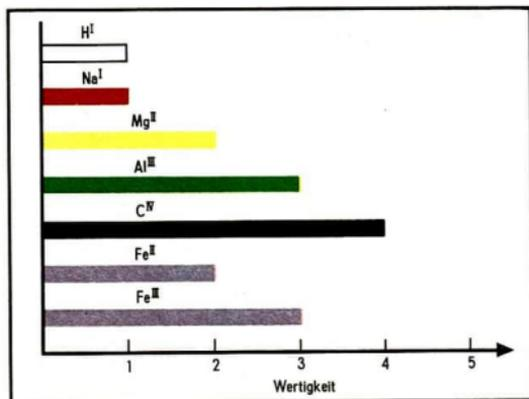

Abb. 42
Die (stöchiometrische) Wertigkeit wird durch römische Ziffern bezeichnet. Man schreibt sie bei Bedarf als Hilfsmittel rechts oben an das Symbol (Abb. 42).
- ② Begründe die Wertigkeiten von Zink und Kohlenstoff, indem du den Merksatz von Seite 56 auf folgende Verbindung anwendest: a) Zinkoxid  $\text{ZnO}$ ; b) Kohlendioxid  $\text{CO}_2$ ! (↗ Tabelle 11, S. 103)
- ③ Stelle chemische Elemente zusammen, die in mehreren Wertigkeiten auftreten können (↗ Tabelle 11, S. 103)!
- ④ Stelle die möglichen Wertigkeiten von Kupfer, Quecksilber und Blei grafisch nach dem Beispiel der Abbildung 42 dar!